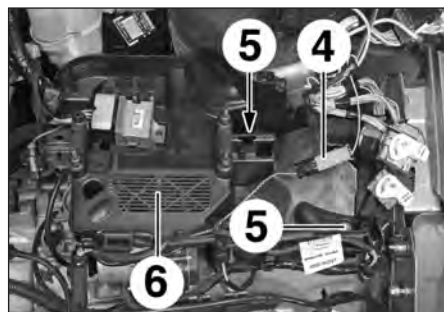

FIG.21
- Débrancher le connecteur (4) (Fig.21).
- les vis (5),
- le bac du boîtier de servitude et de gestion moteur (6).